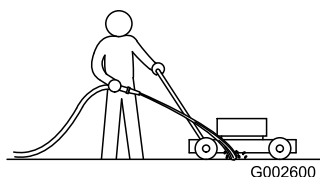

Рисунок 48
1. Установите газонокосилку на ровную поверхность с твердым покрытием, и при работающем двигателе направьте струю воды на пространство перед правым задним колесом (Рисунок 48).